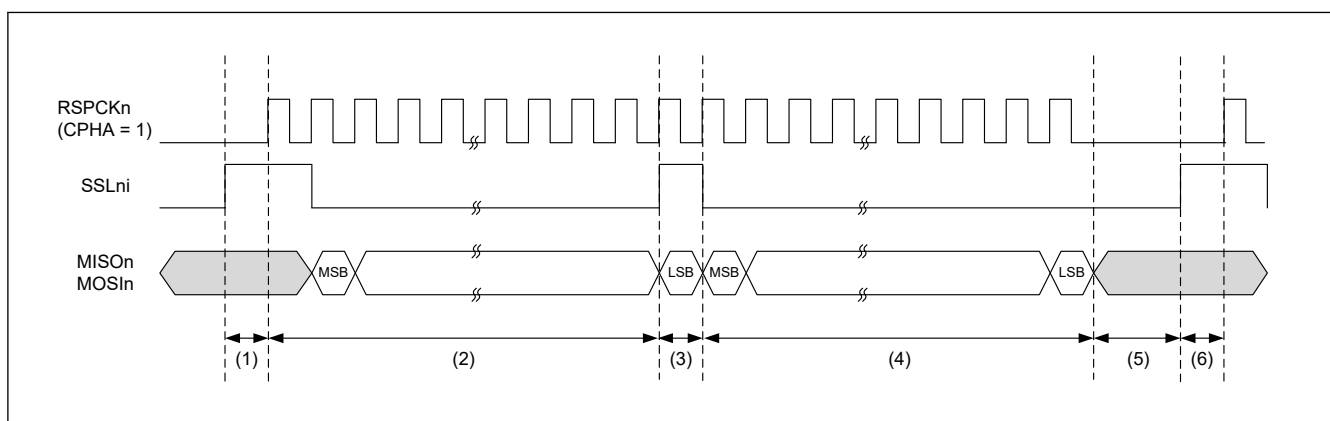

図 33.59 バースト転送の動作例 (SPFRF = 1)
- SPI コマンドレジスタ (SPCMD) の SSLni 信号レベル保持ビット (SSLKP) が 1 で、SPI コントロールレジスタ (SPCR) のバースト転送フレーム遅延選択ビット (BFDS) が 1 のときの SPCMD0~SPCMD1 を 図 33.59 に示します。設定によりバースト転送を実現した場合の SSLni 信号動作とシリアルデータ MISOn/MOSIn の例を以下に示します。SSLni 出力信号の極性は、SPI SSLi 信号極性ビット (SPCR3.SSLiP) (i = 0~3) の設定値で決まります。